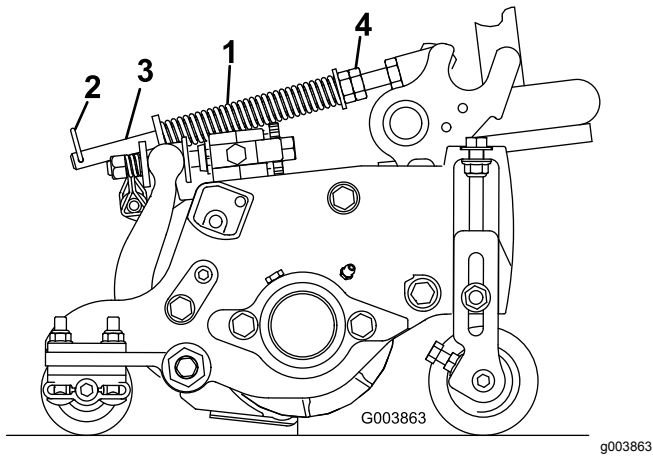

Figure 17
Le ressort de compensation (Figure 17) transfère le poids du rouleau avant au rouleau arrière. Cela évite la formation d'ondulations à la surface de la pelouse.
1. Vérifiez que la goupille fendue est insérée dans le trou de la tige de ressort (Figure 17).
2. Serrez les écrous hexagonaux sur l'extrémité avant de la tige de ressort jusqu'à ce que la longueur du ressort comprimé soit égale à 13 cm sur les unités de coupe de 13 cm ou à 16 cm sur les unités de coupe de 17 cm (Figure 17).